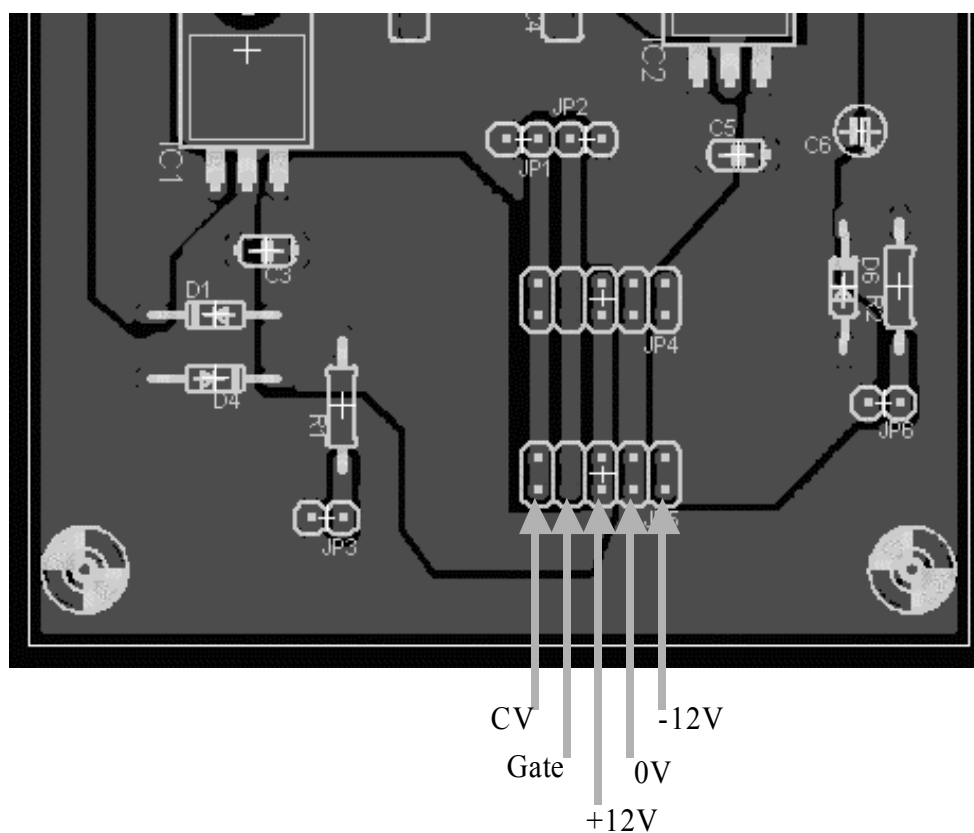

図 25:出力確認箇所
2. 図 25 を参考にして、出力ボックスヘッダの各ピンにテストをあて、+12V, -12V の端子に正しく電圧が供給されているか確認する。